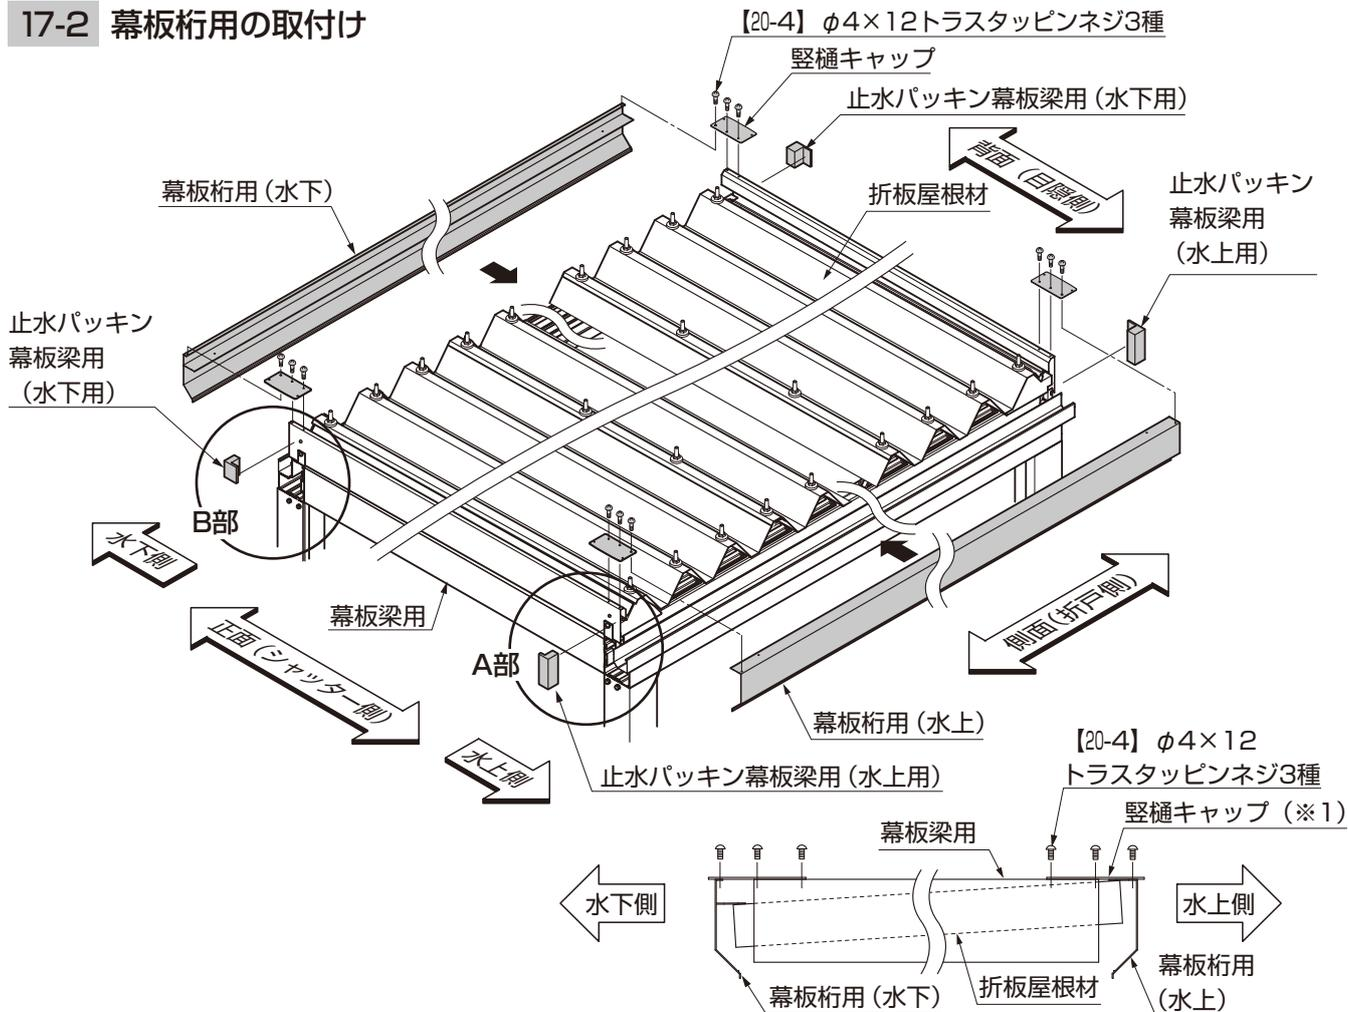

図17-1 止水キャップの取付け
- 幕板桁用(水上)・幕板桁用(水下)の取付け位置を確認してください。(図17-1参照)